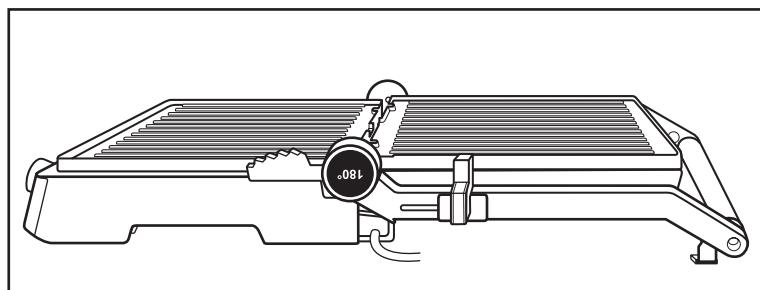

Fig. 2
- 3) Les plaques chauffantes ⑩ sont maintenant l'une à côté de l'autre et peuvent être utilisées comme gril de table (fig. 2).